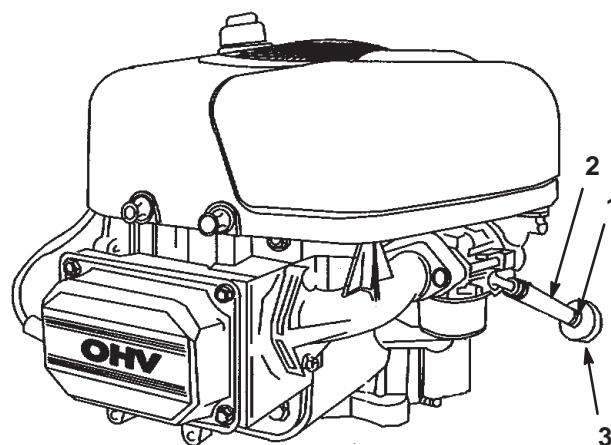

Bild 28
7. Lockern Sie die Schlauchklemme am Kraftstofffilter und schieben Sie sie an der Kraftstoffleitung weg vom Kraftstofffilter (Bild 28).
8. Ziehen Sie die Kraftstoffleitung vom Kraftstofffilter (Bild 28).
11. Schieben Sie die Schlauchklemme ganz an den Kraftstofffilter heran, um die Kraftstoffleitung zu befestigen (Bild 28).
Tauschen Sie den Kraftstofffilter alle 100 Betriebsstunden oder mindestens einmal pro Jahr aus. Tauschen Sie den Kraftstofffilter am besten aus, wenn der Tank leer ist (Bild 28). Bauen Sie nie einen verschmutzten Filter wieder ein, wenn Sie diesen aus der Kraftstoffleitung entfernt haben.
7. Drücken Sie die Enden der Schlauchklemmen zusammen und schieben diese weg vom Kraftstofffilter (Bild 28).